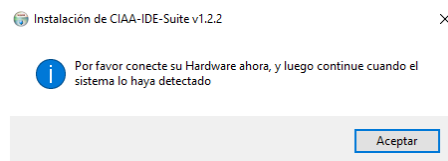

Figura 11: Instalación de drivers si se dispone del hardware.
- **Paso 5.1:** Si se dispone de la EDU-CIAA, se debe hacer click en 'Yes', y emergerá otra ventana, como se muestra en la Figura 11.